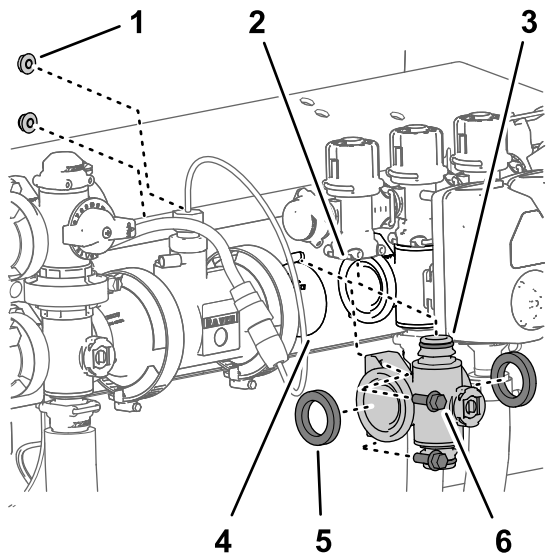
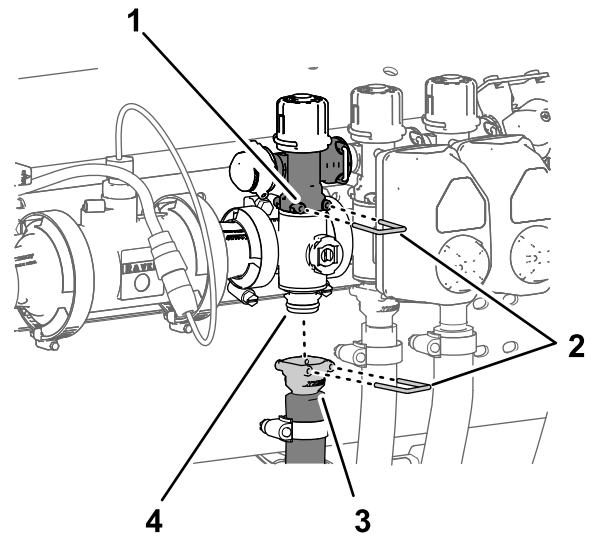

Figura 123
Figura 124
1. Alinee las 2 juntas que retiró en Retirada del distribuidor de sección \(página 88\) con las bridas del distribuidor de la válvula de sección (Figura 123).
- Alinee la brida del distribuidor de la válvula de sección entre las bridas de las otras válvulas de sección y/o los adaptadores de acoplamiento (Figura 123).
- Conecte el acoplamiento rápido del distribuidor de la válvula de sección al acoplamiento rápido hembra de la válvula de desvío de sección con una grapa (Figura 123 y Figura 124).
(Figura 123) con los 2 pernos con arandela prensada ($\frac{1}{4}$ " x $\frac{3}{4}$ ") y las 2 contratuercas prensadas ($\frac{1}{4}$ ") que retiró en Instalación del distribuidor de sección \(página 91\).
8. Monte el acoplamiento rápido de la manguera de sección en el acoplamiento rápido del distribuidor de la válvula de sección con la grapa (Figura 124).